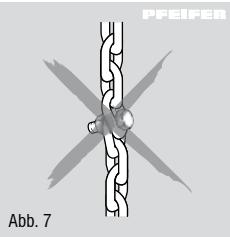

Abb. 7
- Lastkette nicht knoten oder mit Bolzen, Schraube, Schraubendreher oder ähnlichem verbinden. Fest in Hebezeug eingebaute Lastketten dürfen nicht instandgesetzt werden (Abb. 7). Die Ketten dürfen nicht verdreht oder verlängert werden.